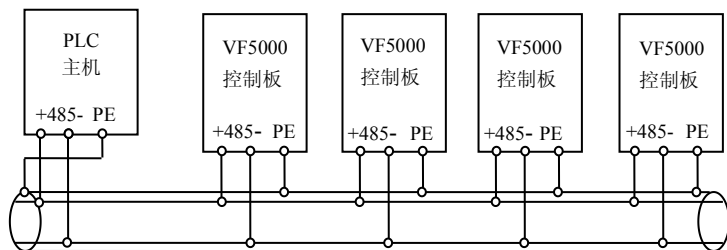
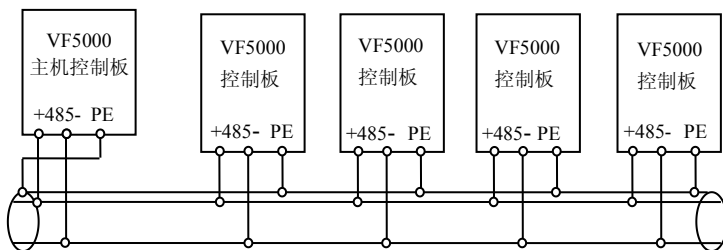

图 3-12 PLC 与变频器多机通信时的接线图(变频器、电机全部良好接地)
图 3-13 变频器多机通信时的接线图(变频器、电机全部良好接地)
②多台变频器可通过 RS485 连接在一起，由 PLC（或上位机）作主机控制，如图 3-12 所示，也可以其中一台变频器作主机，其它变频器作从机，如图 3-13 所示。随着连接台数的增加，通讯系统越容易受到干扰，建议按如下方式接线：